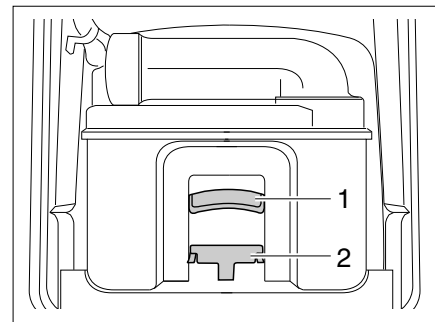

Bild 146 Thetford-Kassette
- Haltebügel (Bild 146,2) nach vorne ziehen um die Toiletten-Kassette zu entriegeln und Kassette am Griff (Bild 146,1) herausziehen.